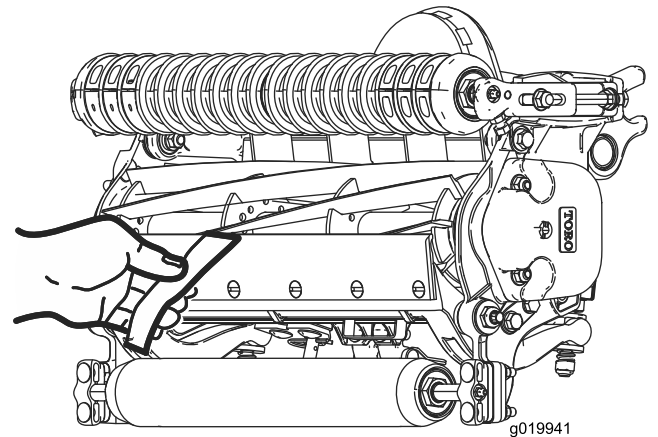

Figura 10
- Verificate le prestazioni di taglio inserendo una lunga striscia di carta di verifica del taglio (n. cat. Toro 125-5610) tra il cilindro e la controlama, perpendicolarmente alla controlama (Figura 10).